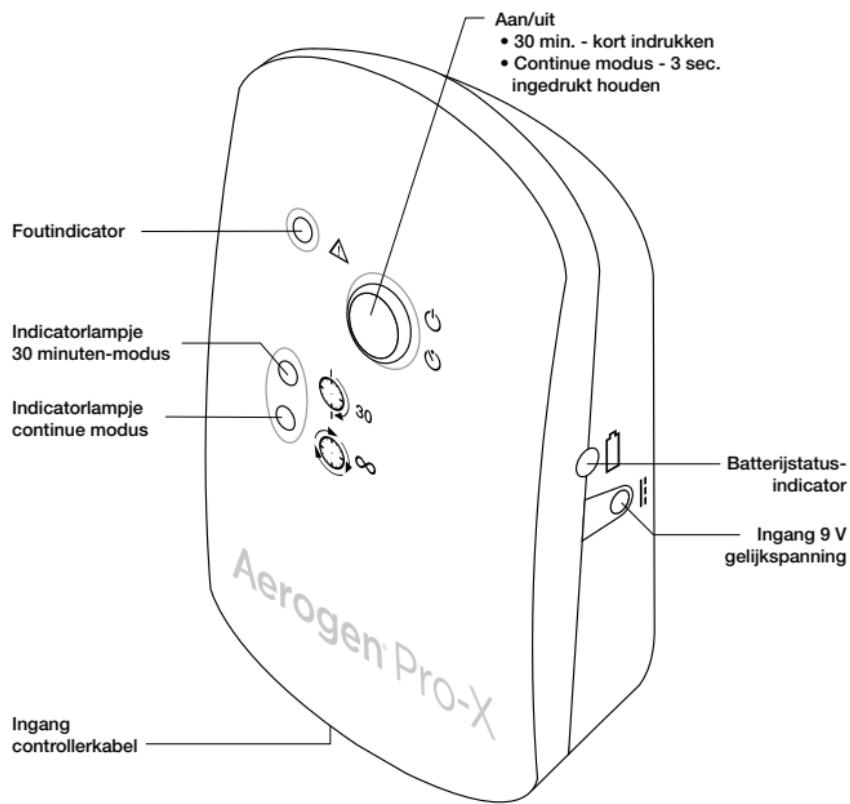

Afbeelding 3. Configuraties van de Aerogen Pro-X-controller en universele montagebeugel
- Gebruik de universele montagebeugel om de controller in verticale of horizontale positie aan een infusstandaard of bedrail te bevestigen (afbeelding 3).
- Indien een standaard apparatuursteun aanwezig is, dient de apparatuurmontaageadapter worden gebruikt om de controller te ondersteunen (afbeelding 3).